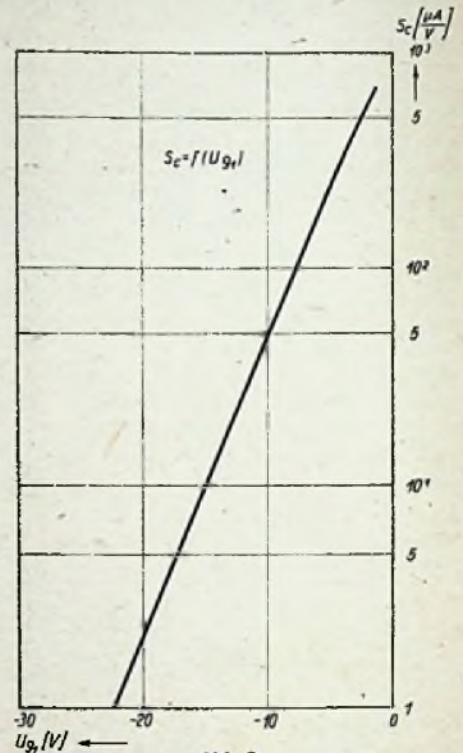

Abb. 3. Mischsteilheit als Funktion der Gitterspannung
4. Günstiger Kennlinienverlauf. Im Interesse einer guten Verstärkungsregelung verwendet man in der Mischstufe Röhren mit Regelkennlinie, so daß die Steilheit außer von der Oszillatorspannung auch noch von der am Gitter 1 der Hexode liegenden Gleichspannung abhängt (Abb. 3).